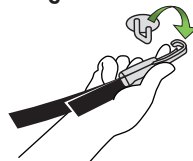

Figure 109
- Insérez et maintenez le ressort de rétention sur le crochet d'attache, puis retirez-le de l'ancrage supérieur du véhicule, tel qu'illustré dans la **Figure 109**.